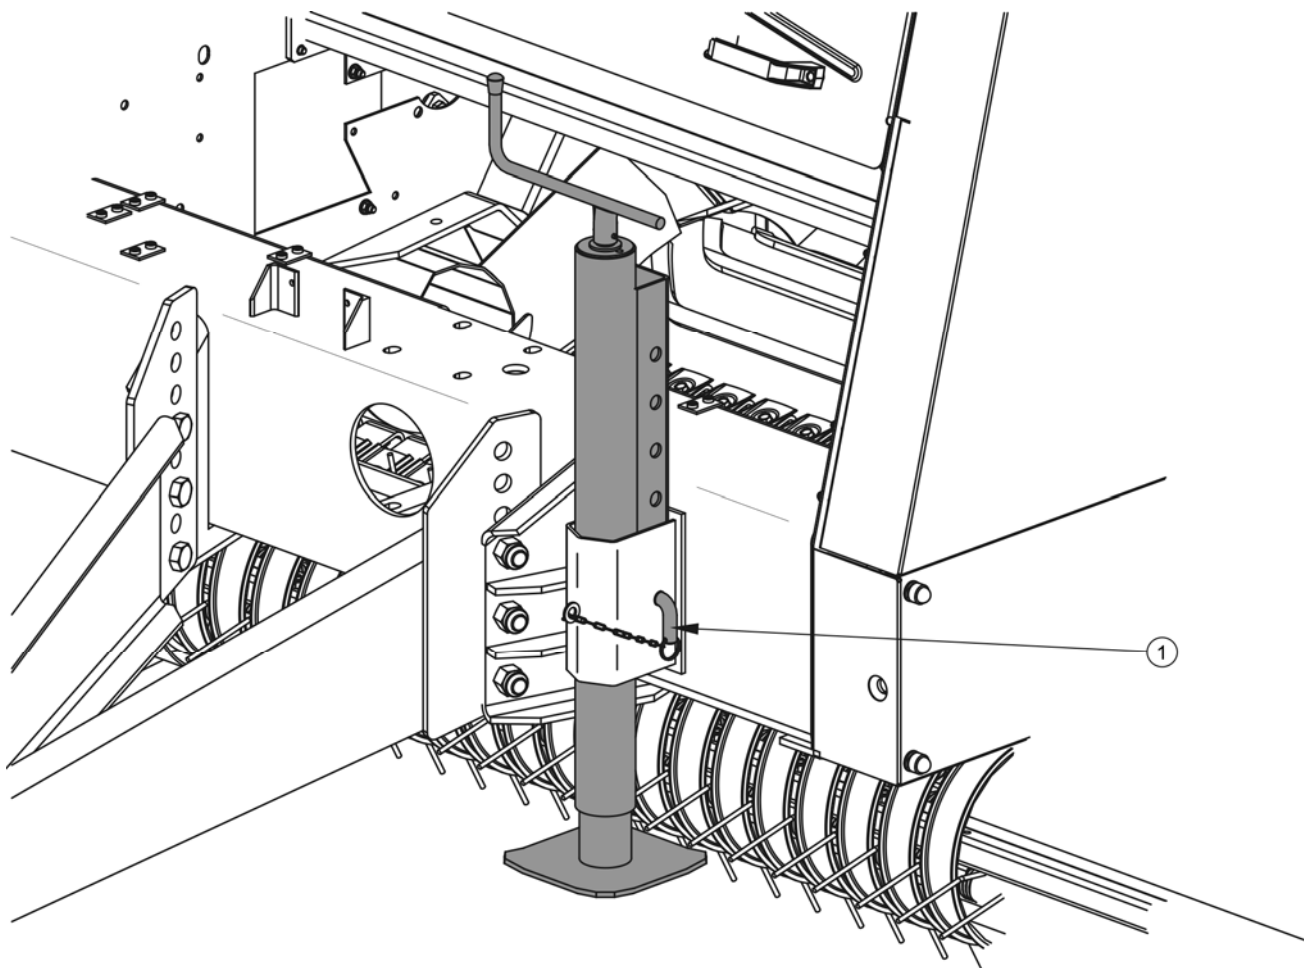

РИСУНОК 4.2 Стояночная опора в транспортном положении
(1) страховочная чека
- ➔ Вынуть чеку 1 рисунок 4.2, передвинуть опору в крайнее верхнее положение - транспортное положение.